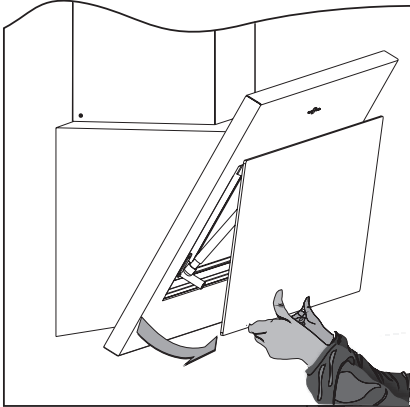

Abb.8: Randabsaugungsplatte aufklappen
- Randabsaugungsplatte aus der Arretierung lösen und nach vorne klappen (rückseitige Scharniere verhindern ein Herausfallen) (⇒ Abb. 8).